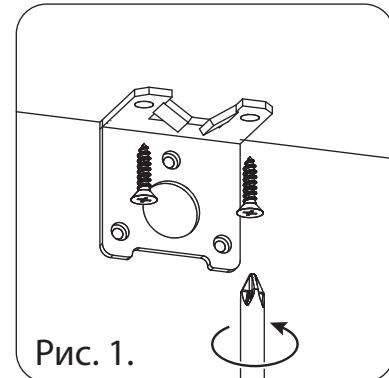

Рис. 1.
1. Выдвиньте подвижную часть направляющих скрытого монтажа вперёд на себя. Придерживая подвижную часть направляющих, задвиньте ящик, чтобы отверстия на задней стенке ящика попали в упоры (см. рис. 1) направляющих скрытого монтажа.